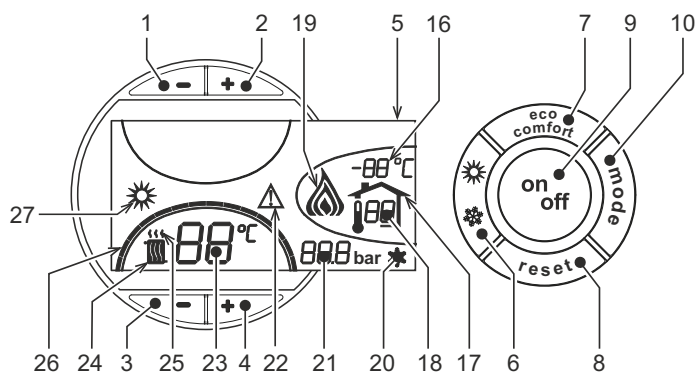
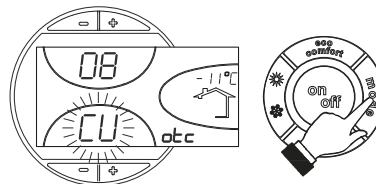
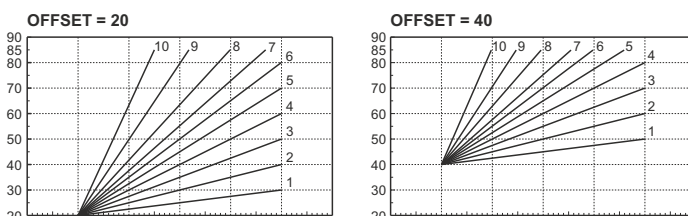

fig. 1 - Panneau de contrôle
fig. 9 - Courbe de compensation
fig. 12 - Exemple de déplacement parallèle des courbes de compensation
Appuyer 1 seconde sur la touche **on/off** (rep. 9 - fig. 1).
Pour rallumer la chaudière, appuyer à nouveau 1 seconde sur la touche **on/off** (rep. 9 - fig. 1).
- Appuyer sur la touche ON/OFF (9 - fig. 1)
Appuyer sur la touche **été/hiver** (rep. 6 - fig. 1) pendant 1 seconde.
L'afficheur montre le symbole Été (rep. 27 - fig. 1) : la chaudière ne fournira que de l'eau chaude sanitaire. Le système hors-gel reste actif.
Pour désactiver le mode Été, appuyer à nouveau sur la touche **été/hiver** (rep. 6 - fig. 1) pendant 1 seconde.
Pour régler la température entre 30° C (minimum) et 80° C (maximum), agir sur les **touches du chauffage** (rep. 3 et 4 - fig. 1).
Pour régler la température entre 10° C (minimum) et 65° C (maximum), agir sur les **touches eau chaude sanitaire** +/- (rep. 1 et 2 - fig. 1).
Lorsqu'une sonde extérieure (option) est installée, l'afficheur du tableau des commandes (rep. 5 - fig. 1) montre la température extérieure actuelle mesurée par la sonde. Le système de régulation de la chaudière travaille en mode "température évolutive". Dans ce mode, la température de l'installation chauffage est régulée en fonction des conditions climatiques extérieures de manière à garantir un confort élevé et une économie d'énergie pendant toute l'année. En particulier, lorsque la température extérieure augmente, la température de départ installation diminue selon une courbe donnée "de compensation".
Avec le réglage évolutif, la température programmée à l'aide des touches chauffage +/- (rep. 3 et 4 - fig. 1) devient la température maximum de départ installation. Il est conseillé de régler la valeur maximale pour permettre au système de réguler la température sur toute la plage utile de fonctionnement.
Appuyer une fois sur la touche **mode** (rep. 10 - fig. 1) pour afficher la courbe de compensation actuelle (fig. 9). Il est possible de la modifier à l'aide des **touches eau chaude sanitaire** (rep. 1 et 2 - fig. 1).
Appuyer sur les touches **chauffage** (rep. 3 et 4 - fig. 1) pour passer au déplacement parallèle des courbes (fig. 12), qui peut être modifié à l'aide des **touches eau chaude sanitaire** (rep. 1 et 2 - fig. 1).
Réappuyer sur la touche **mode** (rep. 10 - fig. 1) pour quitter le mode de réglage des courbes parallèles.
Si la chaudière est reliée à la chronocommande à distance (option), les réglages ci-dessus seront gérés comme indiqué dans le tableau tableau 1. De plus, l'afficheur du panneau de commande (rep. 5 - fig. 1) montre la température ambiante actuelle, mesurée par la chronocommande à distance.
Sélection Eco/Confort	En désactivant l'eau chaude sanitaire à partir du menu de la chronocommande à distance, la chaudière se place en mode Economy. Dans cette condition, la touche 7 - fig. 1 sur le panneau de la chaudière est désactivée. En activant l'eau chaude sanitaire à partir du menu de la chronocommande à distance, la chaudière sélectionne le mode Confort. Dans cette condition, il est possible de sélectionner un des deux modes à l'aide de la touche 7 - fig. 1 du panneau de la chaudière.